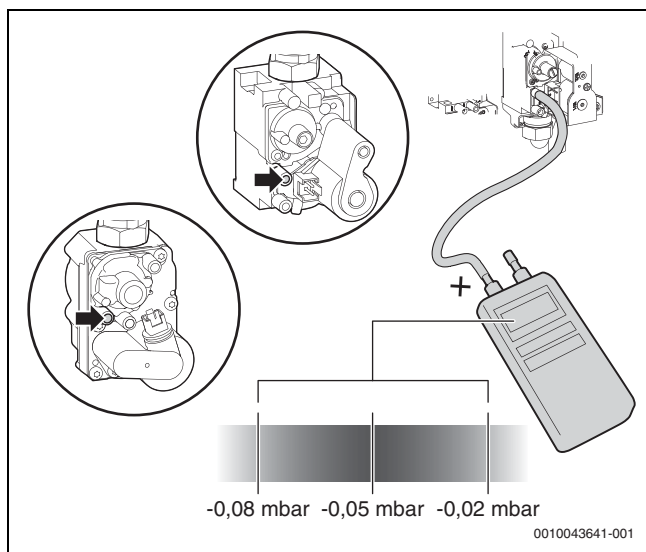

Fig. 52 Mesurer la pression différentielle
- ▶ Ouvrir la vis de mesure pour la pression différentielle de la vanne gaz (→ Figure 52).
- ▶ Mesurer la pression différentielle de la vanne gaz (→ Figure 52). La pression différentielle idéale est de -0,05 mbar.